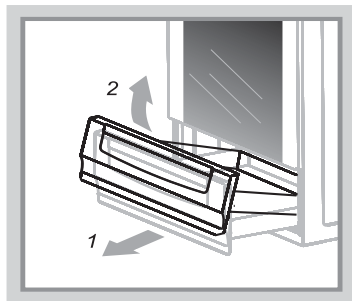

Рис.11
- Как его достать, показано на рис. 11.